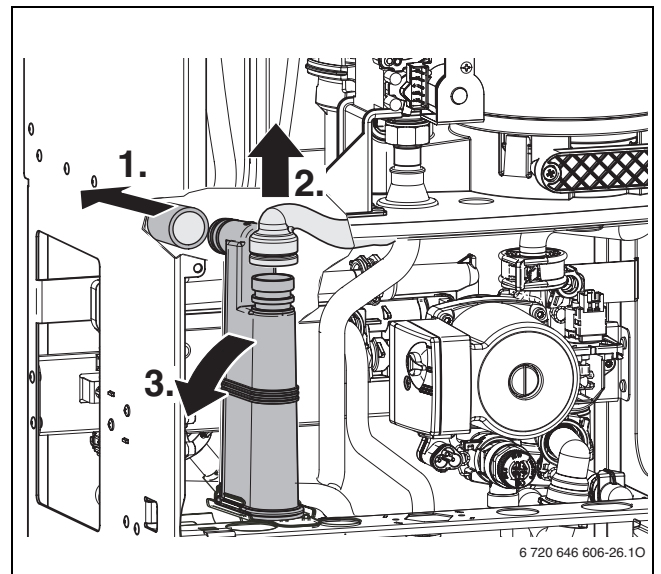

Fig. 53
- ▶ Demontați sifonul pentru condensat (→ fig. 53) și așezați dedesubt un vas adecvat.